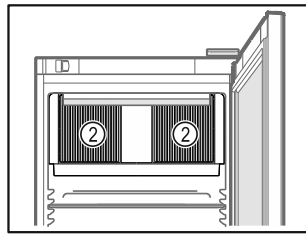

Fig. 48
- A belső térben lévő keringető ventilátor szellőzőnyílásait Fig. 48 (2) tartsa szabadon.